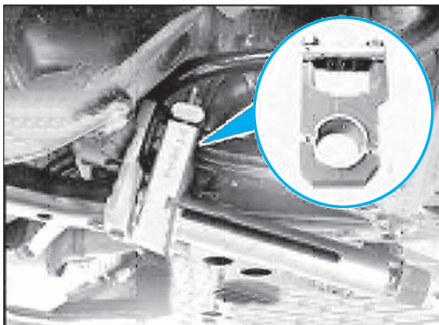

FIG. 20
- Mettre en place l'outil de dépose repose du silent-bloc AR (Fig.20).